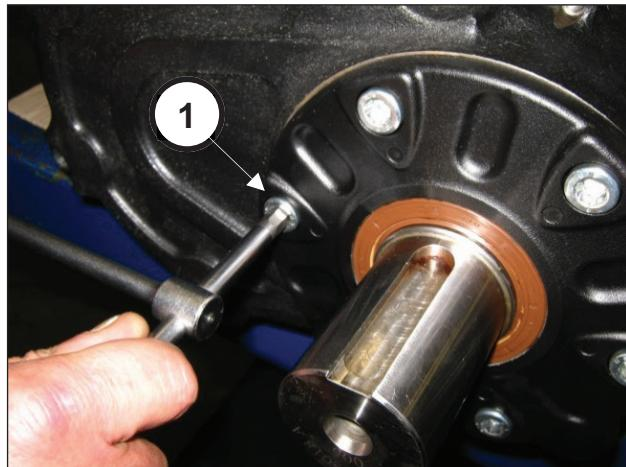

图 3
拧下小齿轮盖固定螺钉（位置①，图 3），然后从轴上拆除盖子。